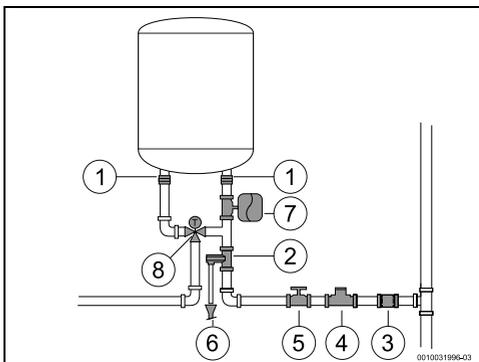

Fig. 8 Toma de agua
Para evitar averías por oscilaciones de presión repentinas en el suministro de agua, se recomienda instalar una válvula antirretorno intercalada en el acumulador (Fig. 8, [7]).
- ▶ Montar la válvula de seguridad en la conexión de agua fría del acumulador de agua caliente (Fig. 8).
- ▶ instalar la válvula de reducción de presión (Fig. 8, [4]). Si la presión del agua en el acumulador de agua caliente rebasa los 8 bar (± 1 bar), se activará la válvula de seguridad. En este caso deberá existir la posibilidad de desviar el agua.
- ▶ instalar un vaso de expansión (Fig. 8, [7]) para evitar que la válvula diferencial se abra con tanta frecuencia. El volumen del vaso de expansión debe ser equivalente al 5% del volumen del dispositivo.